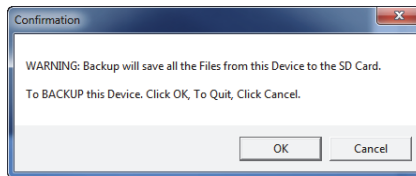

图 7-26 确认对话框：确认备份操作
4. 当出现 **Confirmation**（确认）对话框时（参见第 202 页的图 7-26），点击 **OK**（确定），开始备份操作。